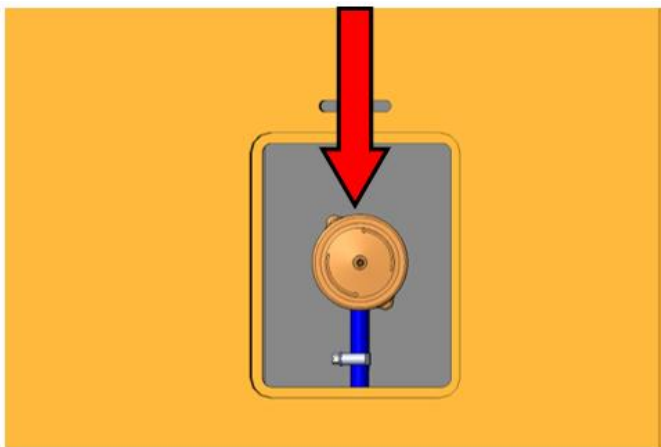

Рисунок 5.31. Крышка наливной горловины
- ▶ Осторожно приоткрыть крышку наливной горловины рис. 5.31, повернув ее против направления часовой стрелки.